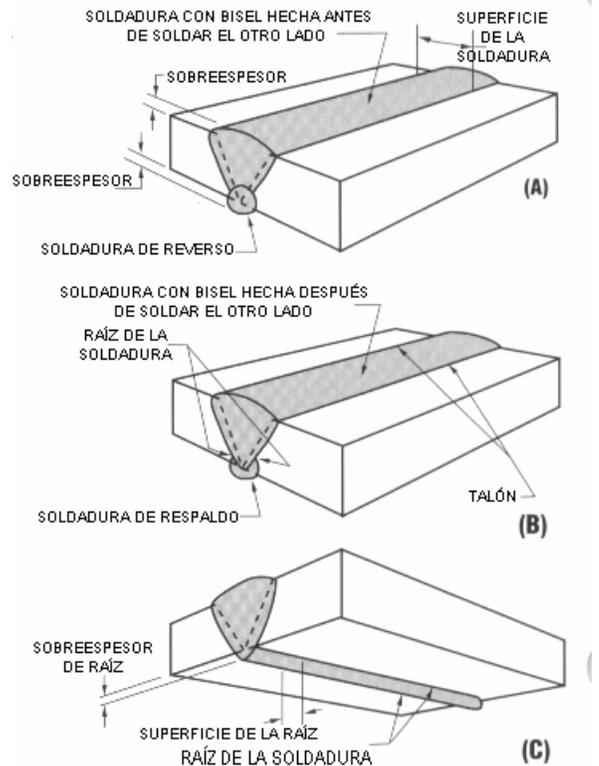

Figura 4.21 – Términos de soldadura con bisel
Los términos referidos a soldadura con bisel, figura 4.21, consisten de:
en una soldadura simple, es decir, soldadura realizada de un solo lado, Ver figura 4.21 (C). Cuando se ha hecho una soldadura de los lados, el término sobreespesor es aplicado a la cantidad de sobreespesor presente en ambos lados. Este punto es ilustrado en la figura 4.21 (A) adonde una soldadura de reverso es usada.